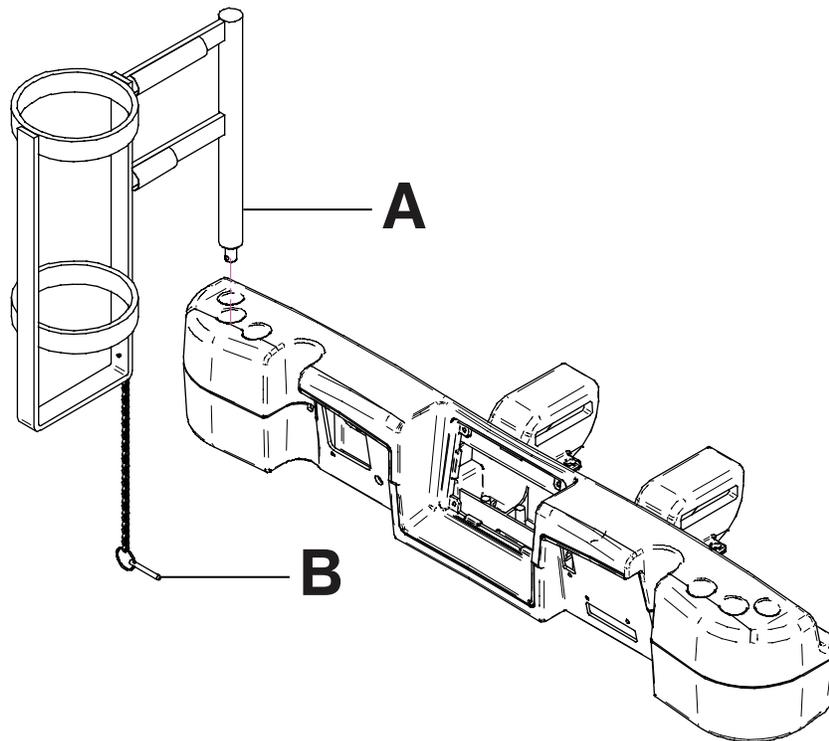

Figure 132 : Porte-bouteille à oxygène vertical
1. Insérer la tige support dans le logement situé des deux côtés du côté tête ou du côté pieds du produit (A) (Figure 132 à la page 122).
2. Insérer la broche de la chaîne de sécurité (B) dans le trou de la tige support (Figure 132 à la page 122) pour fixer le porte-bouteille au produit.